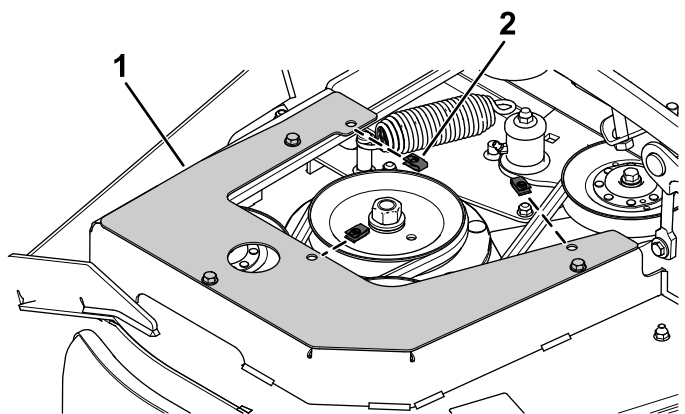

Figura 4
2. Installate le 3 clip sulla protezione del montante delle puleggia destra (Figura 4).